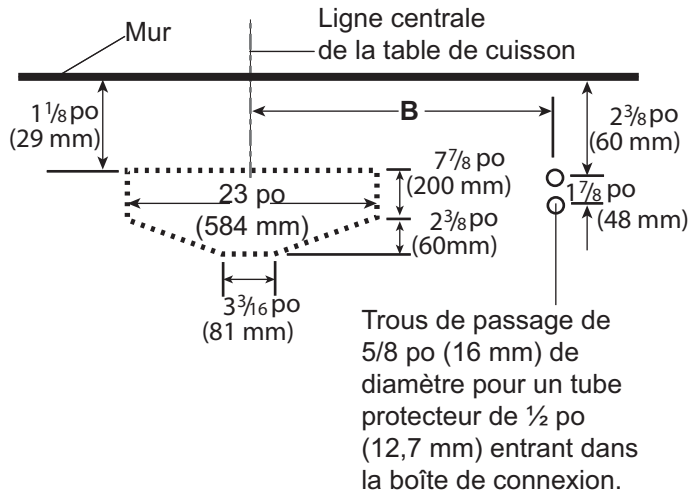

Figure 16 : Emplacement du raccord et du conduit
3. Si la hotte est installée avec un débouché vertical, consultez la *Figure 16* pour créer l'ouverture nécessaire pour le raccord et le tube protecteur. Consultez la dimension B de la *Figure 16* et du *Tableau 2*.